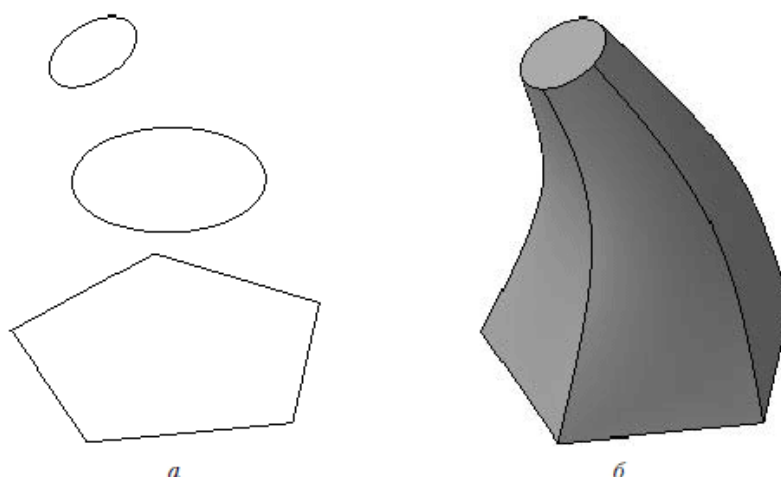

Рис. 3.8. Операция по сечениям: набор эскизов в пространстве (а), сформированный трехмерный элемент (б)
- Операция по сечениям. Трехмерный элемент создается по нескольким сечениям-эскизам (рис. 3.8). Эскизов может быть сколько угодно, и они могут быть размещены в произвольно ориентированных плоскостях. Эскизы должны быть замкнутыми контурами или незамкнутыми кривыми. В последнем эскизе может размещаться точка.